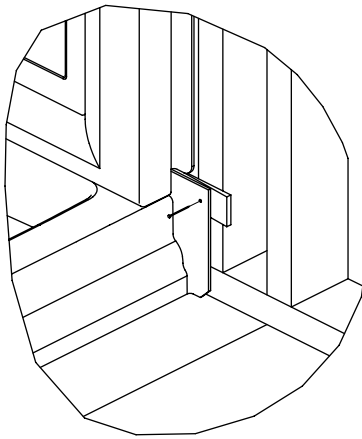

Figura 1
- Clave las esquinas del receptor en su lugar mediante clavos grandes galvanizados del #6 (no provistos) para fijar la unidad. (Figura 1)
- Fije las paredes en su lugar con clavos galvanizados de cabeza grande del #6. Comience en el borde exterior y continúe clavando cada pared hacia la esquina. Asegúrese de que la parte inferior de las paredes no se despegue del receptor. (Figura 1)